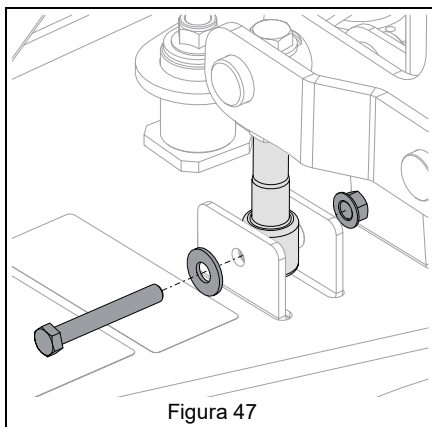

Figura 47
7. Quite la tornillería que fija las barras de elevación de la plataforma a los soportes de elevación. Consulte Figura 47.